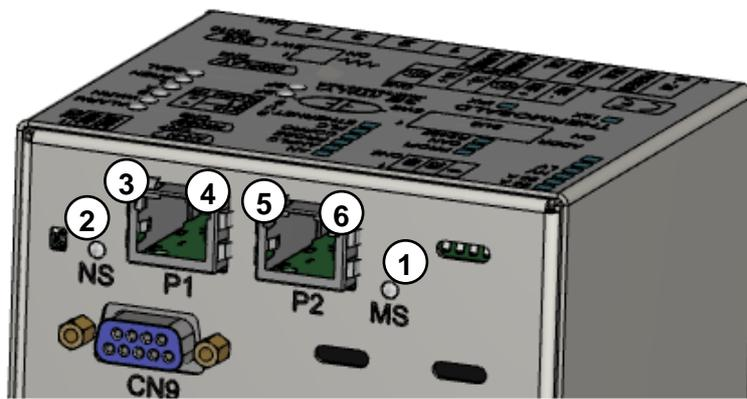

Figura 21 – Switch Ethernet modelos *AB B40*
6.3.3.2 Modelos AB B40 (véase 6.2.8, Figura 21)
6.3.4.2 Modelos AB B40 (véase 6.2.8, Figura 21)